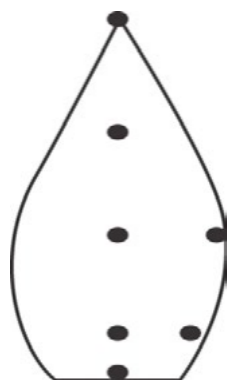

Рис. 8. Точки измерения температуры пламени
- Зажгите спиртовку . Когда показания стабилизируются, запишите значение температуры на схеме пламени (*рис. 8*) .